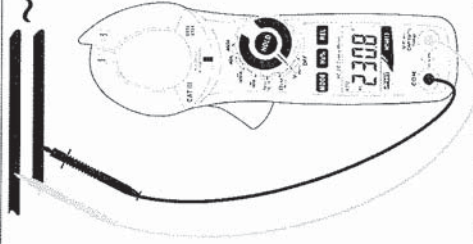

Fig. 3: Uso della pinza in misura di Tensione AC
4. Inserire il cavo rosso nel terminale di ingresso $V_{\Omega} \rightarrow \rightarrow CAPHz\%Temp$ e il cavo nero nel terminale di ingresso **COM** (Fig. 3)